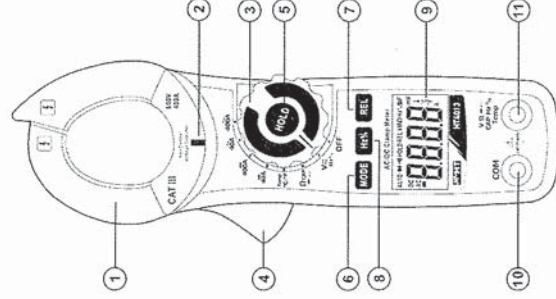

Fig. 1: Descripción del instrumento
1. Encender el instrumento en cualquier función de selector acercándose a una fuente CA y note el encendido del LED rojo en la base del maxilar (ver Fig. 1 – Parte 2) que subraya la presencia de tensión